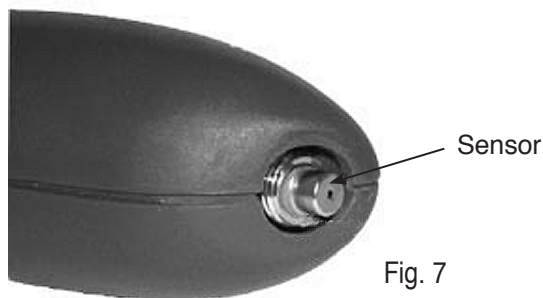

Fig. 7
1. Quite la sonda flexible sujetándola con firmeza y rotándola en el sentido opuesto a las agujas del reloj. Esto expone el sensor en el fondo de la unidad (vea la Fig. 7). Verifique que el sensor esté instalado.
**PRECAUCIÓN:** Para prevenir lesiones personales, apague la unidad y permita que se enfríe por al menos cinco (5) minutos antes de quitar el sensor. El sensor se calienta a altas temperaturas internas durante su funcionamiento al igual que la carcasa.